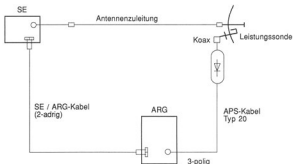

Fig 5 - Verkabelung ARG
- ARG gemäss Fig 5 anschliessen
- Überprüfen, ob APS-Kabel Typ 20 nach Fig 5 mit dreipoligem Stecker am ARG angeschlossen ist.